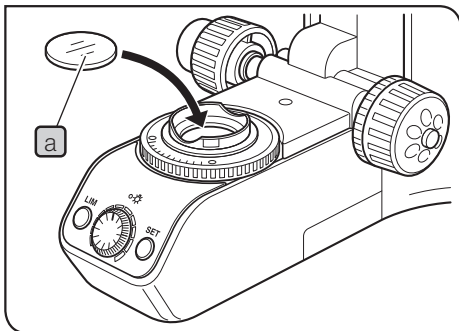

Fig. 13
3 Usar os filtros (só na operação da lâmpada de halogéneo) (fig. 13 a 17)
- Coloque um filtro no respectivo suporte na base e engate-o no caminho óptico (fig. 13).
Montar um filtro único (fig. 13)